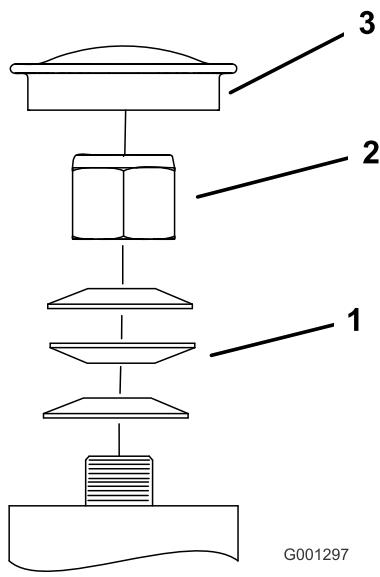
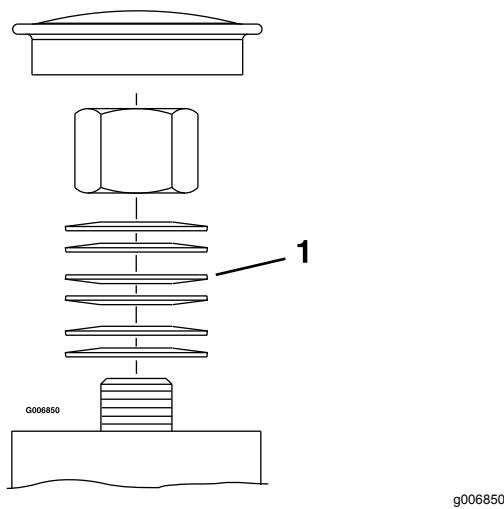

Figura 43
Figura 44
3. Retire el tapón guardapolvo de la rueda giratoria y apriete la contratuerca (Figura 43 y Figura 44).
4. Apriete la contratuerca hasta que las arandelas de muelle estén planas, luego afloje 1/4 de vuelta para establecer la pre-carga correcta de los cojinetes (Figura 43 y Figura 44).
Importante: Asegúrese de que las arandelas de muelle están correctamente instaladas, según se muestra en Figura 43 y Figura 44.